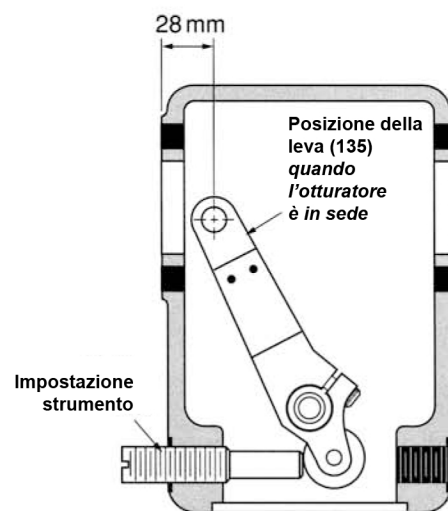

Figura 6 -
NOTA: Posizionare con cura la leva della valvola (135) sulle scanalature in modo che l'estremità libera si trovi quanto più vicina possibile (a seconda delle scanalature dell'albero dell'otturatore) alla parete dell'alloggiamento della forcella (Figura 6 distanza di circa 28 mm). Durante questo processo la posizione dell'otturatore (3) non deve essere modificata.
Dato che la sede e l'otturatore sono composti da materiali morbidi, la leva (135) deve essere impostata in modo che la valvola produca il serraggio richiesto. Il volantino o lo strumento di regolazione (Figura 6) può essere utilizzato come supporto.